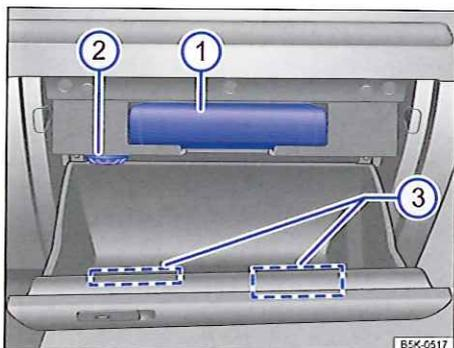

Fig. 125 Boîte à gants ouverte
Selon l'équipement du véhicule, un casier de rangement séparé pour Livre de Bord ⇒ fig. 125 ① peut se trouver dans la partie supérieure de la boîte à gants.